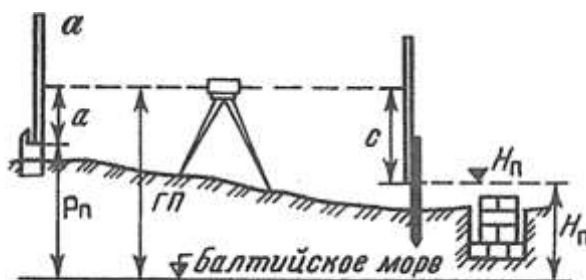

Рис. 1. Схема разбивки и контрольных высот фундамента
5. Выставьте проектную высоту верха фундамента на обноске (рис. 1), если высота репера  $P_n = 46,355$ , отсчет по рейке  $a = 0538$ , проектная высота фундамента  $H_n = 45,124$ .